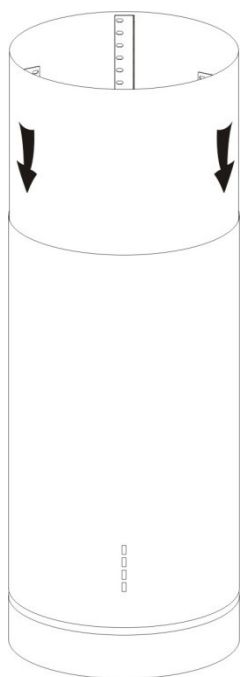

Рис. 7
6. Поставьте внутренний короб на корпус вытяжки. См. рис. 7.